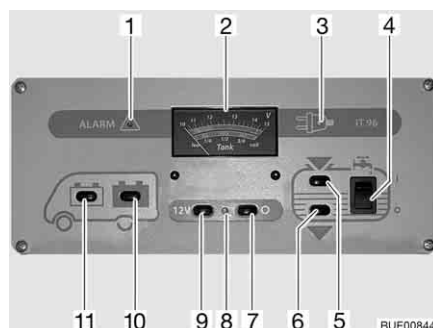

Fig. 133 Panneau de contrôle IT 96-2
L'interrupteur principal 12 V (Fig. 133,7 et 9) établit ou coupe le panneau de contrôle et l'alimentation 12 V de la cellule.
Mise en marche : ■ Appuyer sur le commutateur (Fig. 133,9) "12 V" : L'alimentation 12 V de la cellule est assurée. Le voyant de contrôle (Fig. 133,8) s'allume en vert.
Mise hors service : ■ Appuyer sur le commutateur (Fig. 133,7) "O" : L'alimentation 12 V de la cellule est coupée. Le voyant de contrôle (Fig. 133,8) s'éteint.
Observer sur l'indicateur de charge/de niveau de réservoir (Fig. 133,2), la graduation supérieure. L'indicateur s'éclaire automatiquement dès qu'un commutateur est actionné.
- Appuyer sur le commutateur (Fig. 133,11) "🔋" : La tension de la batterie de démarrage est affichée.
- Appuyer sur le commutateur (Fig. 133,10) "🔋" : La tension de la batterie de cellule est affichée.
Observer sur l'indicateur de charge/de niveau de réservoir (Fig. 133,2) la graduation inférieure. L'indicateur s'éclaire automatiquement dès qu'un commutateur est actionné.
■ Appuyer sur le commutateur (Fig. 133,5) "": Le niveau du réservoir d'eau est affiché.
■ Appuyer sur le commutateur (Fig. 133,6) "": Le niveau du réservoir d'eaux usées est affiché.
■ Commutateur à bascule (Fig. 133,4) vers le haut "I" : L'alimentation en eau est activée.
■ Commutateur à bascule (Fig. 133,4) vers le bas "O" : L'alimentation en eau est désactivée.
Le voyant d'alerte rouge "ALARM" (alarme) (Fig. 133,1) clignote dès que la charge de la batterie de cellule descend en dessous de 11 V (mesurée en marche) et qu'il y a risque de décharge profonde des batteries.
Le voyant de contrôle 12 V (Fig. 133,8) s'allume dès que l'interrupteur principal 12 V (Fig. 133,9) est enclenché.
Le voyant de contrôle jaune 230 V (Fig. 133,3) s'allume si l'arrivée du bloc électrique est sous tension de réseau.